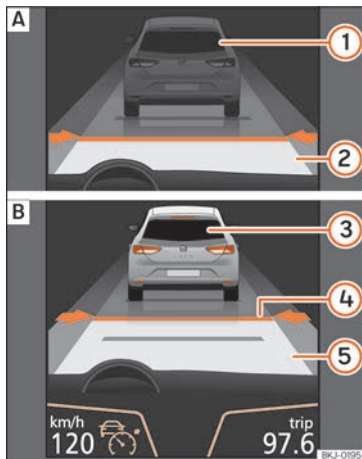
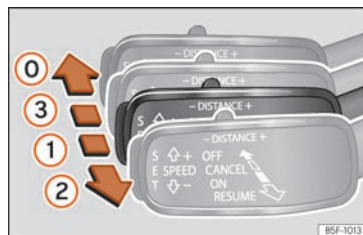
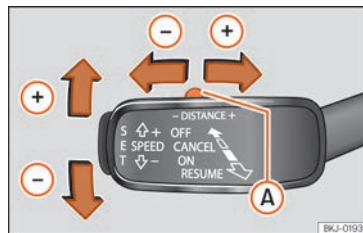

Abb. 270 Im Display des Kombiinstrumentes: (A) ACC inaktiv (Standby). (B) ACC aktiv.
Abb. 272 Auf der linken Seite der Lenksäule: dritter Hebel für die Betätigung der automatischen Distanzregelung.
Abb. 273 Auf der linken Seite der Lenksäule: dritter Hebel für die Betätigung der automatischen Distanzregelung.
Bildschirmanzeigen »» Abb. 270:
Wenn die automatische Distanzregelung (ACC) eingeschaltet ist, schaltet sich auf der Schalttafel die grüne Kontrollleuchte ein (☺) und auf dem Bildschirm werden die programmierte Geschwindigkeit und der Zustand der ACC angezeigt »» **Abb. 270**.
Während der Fahrt können Sie die aktuelle Geschwindigkeit, falls erwünscht, als Fahr-geschwindigkeit des Fahrzeugs einstellen und die ACC aktivieren. Drücken Sie dazu auf die Taste **SET** »» **Abb. 273**. Falls Sie die Geschwindigkeit in Schritten von 1 km/h [0,6 mph] erhöhen oder reduzieren möchten, bewegen Sie den Hebel in die Position ② »» **Abb. 272** bzw. drücken Sie die Taste **SET**.
Die programmierte Geschwindigkeit kann je nach Wunsch während der Fahrt oder bei Fahrzeugstillstand geändert werden. Jegliche Änderungen der programmierten Geschwindigkeit werden unten links am Bildschirm des Kombi-instruments angezeigt »» **Abb. 270**.
Um das Abstands-niveau zu erhöhen oder zu reduzieren, drücken Sie den Wippschalter nach rechts/links »» **Abb. 273** (A).
- Um die ACC zu aktivieren, müssen Sie, wenn sich der Hebel in Position ① befindet, die Taste **SET** drücken oder den dritten Hebel der ACC in die Position ② bringen »» **Abb. 272**. In diesem Moment wechselt die ACC-Anzeige am Bildschirm des Kombi-instruments in den Modus **Aktiv** »» **Abb. 270**.
Um die ACC zu deaktivieren, bewegen Sie den Hebel in die Position ① »» **Abb. 272** (eingearbeitet). In diesem Moment erscheint der Text **ACC deaktiviert** und die Funktion ist vollständig deaktiviert.
»» **Abb. 272** oder betätigen Sie das Bremspedal.